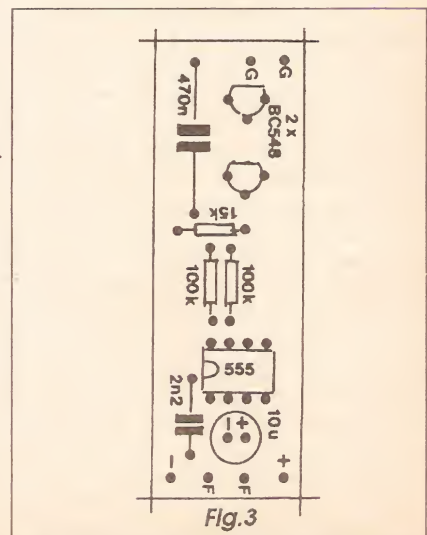

Fig. 3
- FIG. 3 - CHAPEADO DA MONTAGEM - Agora vista pelo lado não cobreado, a plaquinha mostra os principais componentes já posicionados, identificados pelos seus códigos, valores, polaridades, etc. Como sempre, pedimos maior atenção para os componentes *polarizados*: o integrado com sua extremidade contendo uma pequena marca voltada para a posição ocupada pelo capacitor de 2n2, os dois transistores com seus lados *chatos* voltados para a borda estreita da placa onde situam-se os terminais periféricos G-G, e o capacitor eletrolítico com a polaridade dos seus terminais respeitadas (está marcada no próprio corpo do componente, além do que - normalmente - a *perna* mais longa corresponde ao *positivo*...). Cuidado também para não trocar de lugar os resistores, em função dos seus valores (em dúvida, consultar o TABELÃO APE, onde informações básicas de identificação de valores, polaridades e terminais estão permanentemente à disposição do leitor, hobbysta iniciante...). Conferir tudo com bastante atenção, ao final, só então cortando as *sobras* dos terminais, pelo lado cobreado... Aproveitar para verificar bem o estado dos pontos de solda, principalmente assegurando-se de que não houve *corrimentos* entre as ilhazinhas muito próximas umas das outras, correspondentes às *perninhas* do integrado...